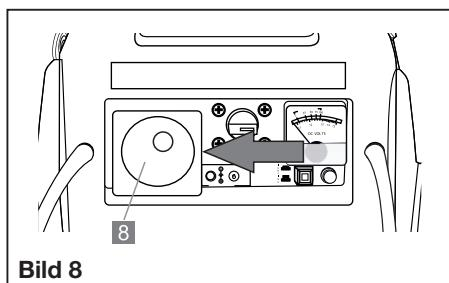

Bild 8
- Drücken Sie den Gehäuserahmen im Bereich der Verbindung mit dem Gerätgehäuse (siehe Pfeil Bild 8) in Richtung der Glühbirne und lösen Sie die Steckverbindung.